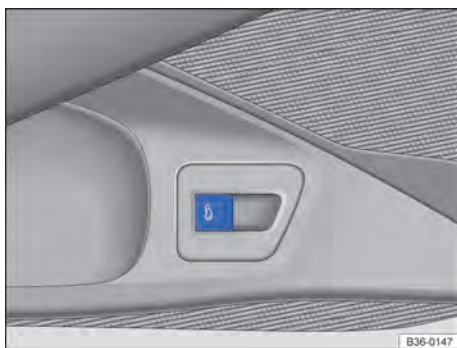

Fig. 81 Na porta do condutor: botão de destravamento da tampa do compartimento de bagagem.
- **OU:** puxar o botão  na porta do condutor para cima → **Fig. 81**.
- **OU:** puxar o botão  na porta do condutor para cima → Fig. 81.